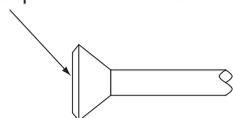

Fig. 14
- Per il collegamento svasato, coprire esclusivamente con etere od olio di estere la superficie interna della svasatura. **(Fare riferimento alla Fig. 14)** Successivamente, ruotare il dado svasato 3 o 4 volte con la mano e avvitarlo.